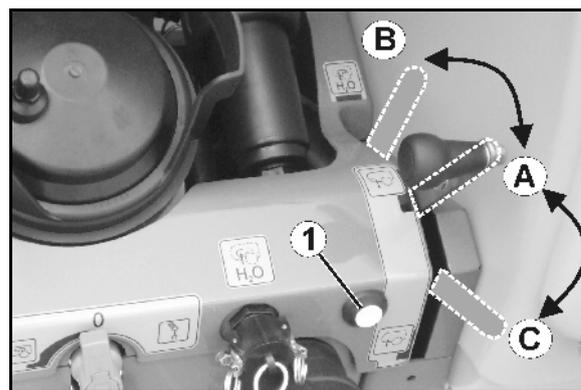

Рис. 105
- кнопку на панели управления (Рис. 105/1).